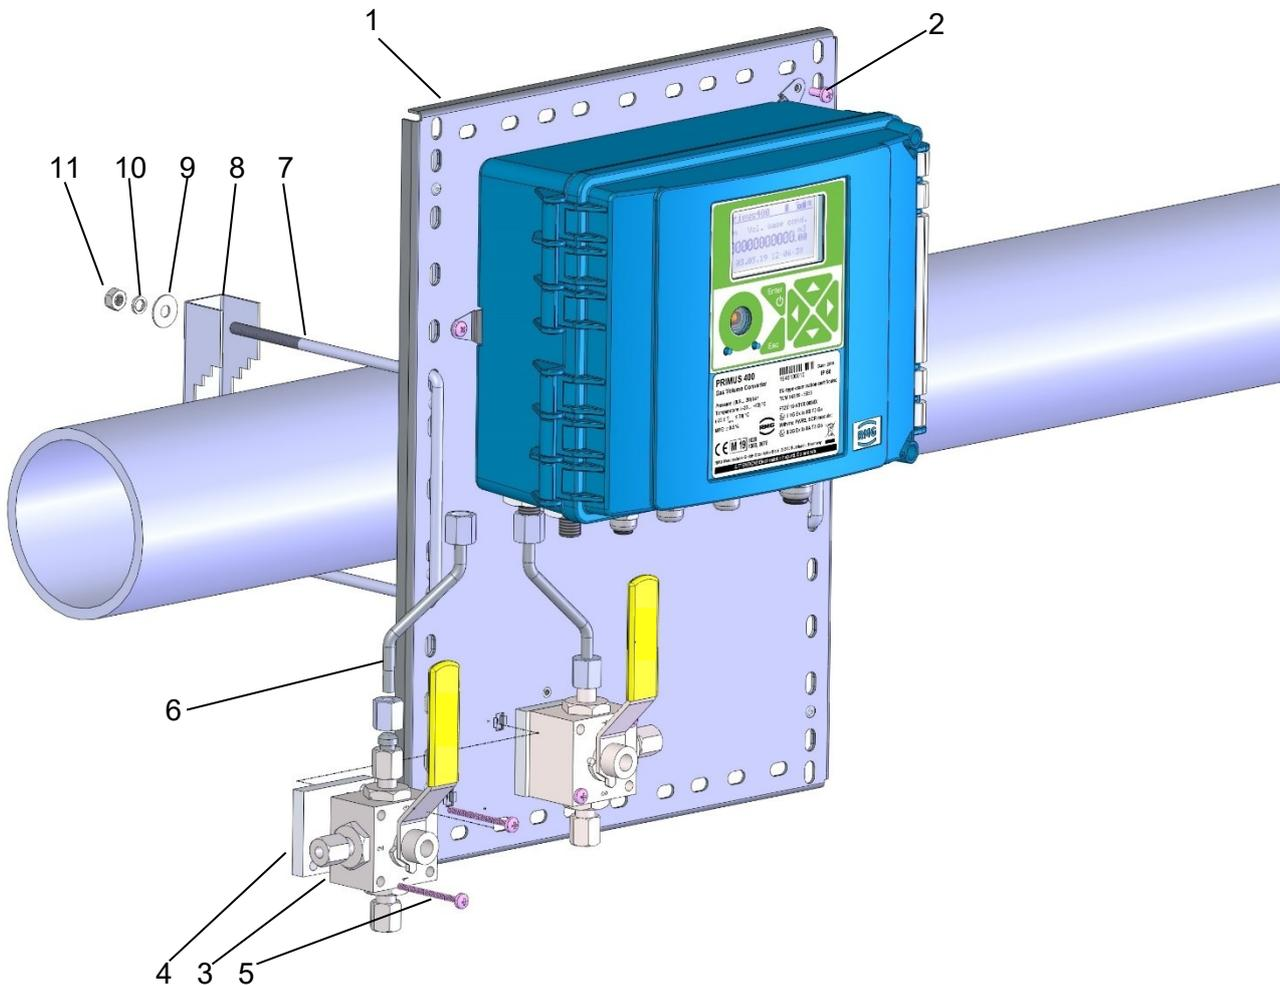

Abb. 6: Montage des Gerätes an einer Gasleitung
Klemmstücke (7) (siehe Abb. 6) mit Abständen gemäß den Leitungsdurchmessern werden durch die Öffnungen in der Befestigungsplatte (1) eingesetzt und über die Gasleitung geführt. Befestigungselemente (8) werden mit M6-Muttern (11) und Unterlegscheiben (9) und (10) an den freien Enden der Klemmstücke angebracht, um die Befestigungsplatte in der vorgesehenen Position an der Gasleitung zu fixieren. Die Befestigungsplatte kann für die Befestigung an einer Gasleitung mit folgenden Durchmessern verwendet werden:
Der über den 3-Wege-Hahn angeschlossene Mengenumwerter ist in Abb. 6 dargestellt. Die Druckleitung 6x1 mm mit vorgepresstem Schneidring an beiden Seiten wird zunächst sorgfältig in den Druckeinlass des Gerätes geführt und mit einer Mutter M12x1,5 ERMETO gesichert. Das andere Ende der Leitung wird am Betriebsauslass des 3-Wege-Hahns, der auf der Befestigungsplatte montiert ist, angebracht, und die Mutter wird vorsichtig angezogen. Schließlich werden die Muttern auf beiden Seiten der angeschlossenen Druckleitung festgezogen. Beim Festziehen keine übermäßige Kraft auf den Schlüssel anwenden. Andernfalls wird das Gewinde beschädigt.